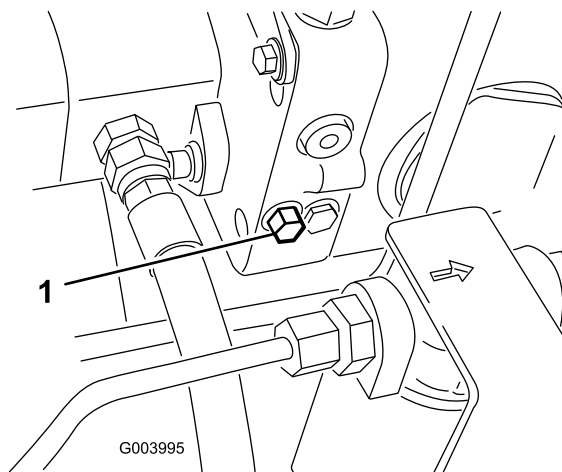

図 42
1. バイパス・バルブはヒドロスタットの左側にある（図 42）。バイパス・バルブを右または左1～1.5回転させると内部でバイパスが形成される。これにより、トランスミッションを破損することなく、機械を押して低速で移動できるようになる。